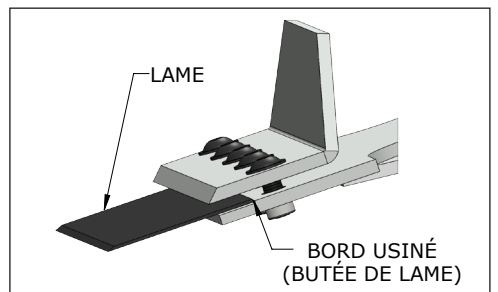

FIG. 6.2
3. Placer la lame dans la tête de coupe et la faire glisser vers l'arrière jusqu'à ce qu'elle bien positionnée contre le bord de la machine (Figure 6.2).